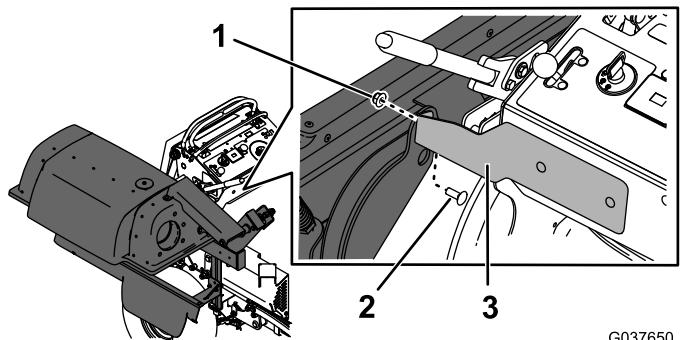

図 16
4. バガーフレームを、前取り付けブラケットに固定するキャリッジボルト $\frac{3}{8}$ " x 1"とナット $\frac{3}{8}$ "で図 16 のように取り付ける。